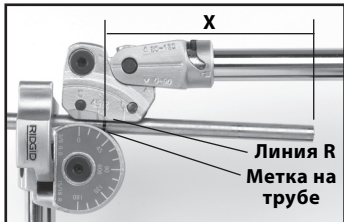

Рис. 8 – До гибки
• Если элемент находится **СПРАВА** от метки (см. рис. 8 – До гибки), совместите метку на трубе с линией "R" на каретке.